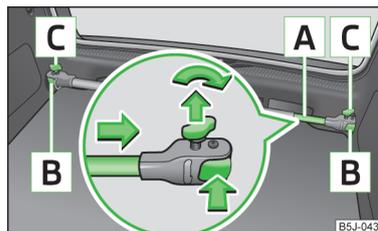

Fig. 53
- Aflojar los tornillos de seguridad **C** » fig. 53 y sacarlos un poco, para que se desbloqueen así las fijaciones **B**.